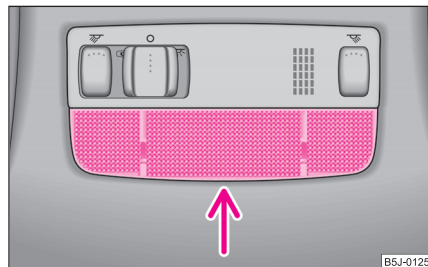

Fig. 189 Demontarea lămpii din interior
- Trageți geamul lămpii în jos (vezi săgeata) de pe carcasă ⇒ fig. 189.